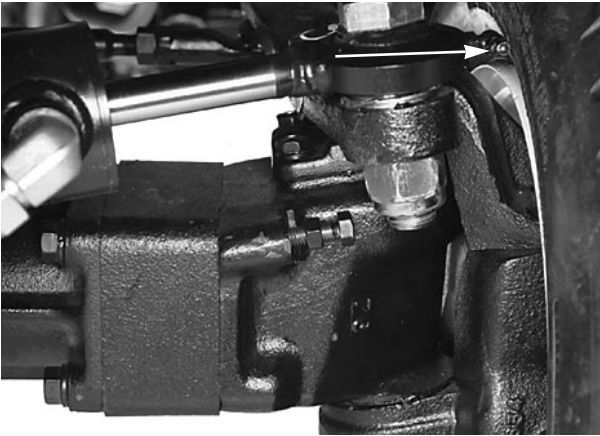

Figure 30
**Machines à quatre roues motrices seulement**—assemblages barres d'accouplement (2), pivot central (1), joints d'essieu (2) (Fig. 29); extrémités cylindre (2) (Fig. 30).